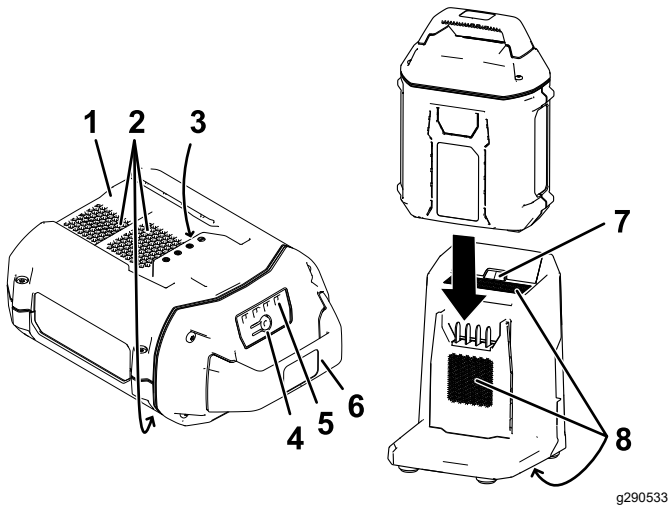

Figure 11
2. Placez le creux de la batterie (Figure 11) en face de la languette du chargeur.
3. Glissez la batterie dans le chargeur jusqu'à ce qu'elle soit complètement enclenchée (Figure 11).